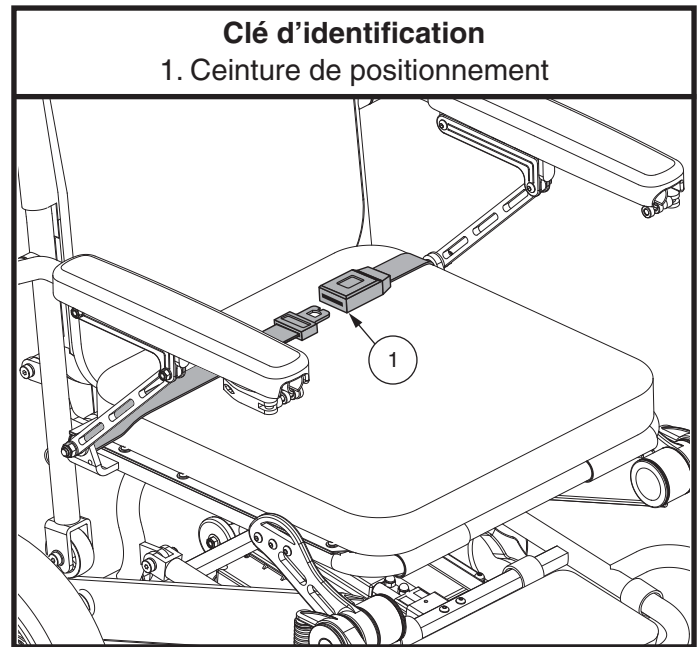

Figure 12. Ceinture de positionnement
Votre fauteuil motorisé peut être équipé d'une ceinture de positionnement réglable pour un meilleur confort. **Voir la figure 12.** La ceinture de positionnement, réglable, a été conçue pour soutenir et empêcher tout glissement vers le bas ou vers l'avant une fois assis. La ceinture de positionnement n'a pas été conçue pour être utilisée comme ceinture de sécurité.
1. Prenez place sur le siège, insérez la patte métallique d'un côté dans le boîtier de la boucle du côté opposé jusqu'à ce que le « clic » se fasse entendre. **Voir la figure 12.**